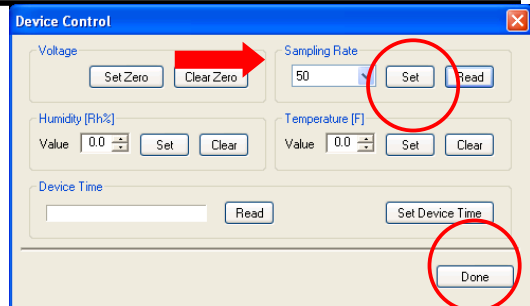

図 20: Use Edit メニューを選択し Device Control ウィンドウを開きサンプルレートを設定します
2. **Device Control** を選択すると **Device Control** ウィンドウ(図 20) が画面上に現れます。